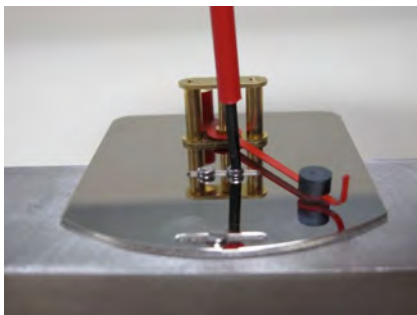

Abb. 63
- 13.** ▶ Anzeige-Bodenplatte auf Gerätekörper legen und die Befestigungsschrauben soweit eindrehen, dass sich diese noch verschieben lässt (Abb. 63). Darauf achten, dass an der Langnut (Bereich Zeigerspitze) die Senkkopfschraube und im Bereich (Anzeige Mitte) die beiden Zylinderkopfschrauben eingesetzt werden